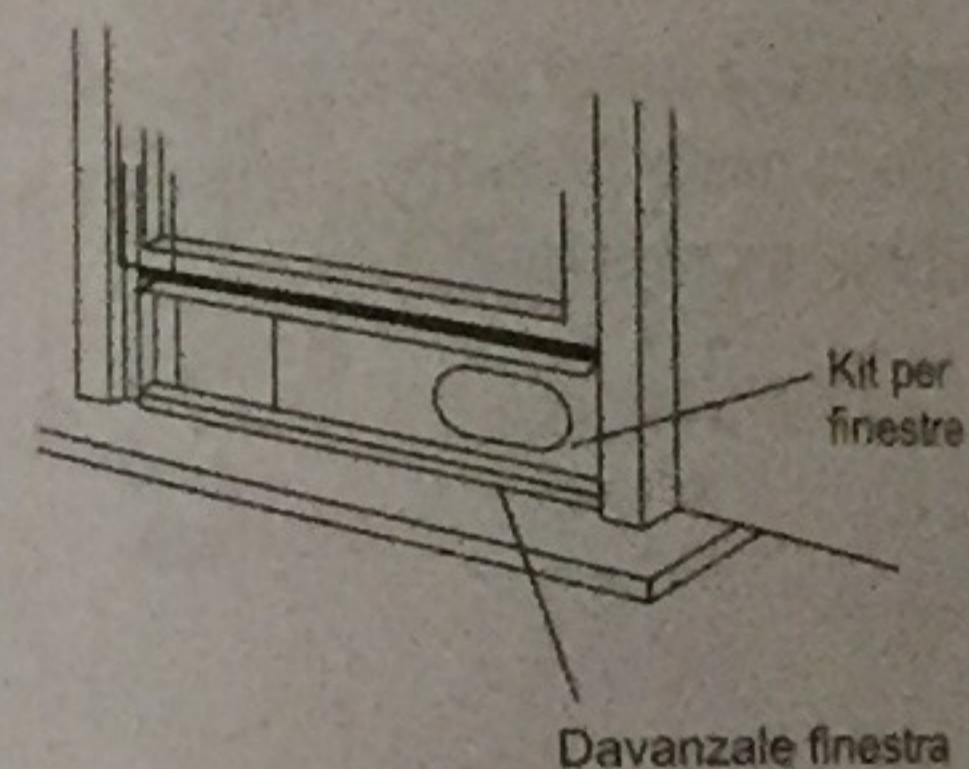

Fig.12
3. Tagliare il sigillante in schiuma (tipo adesivo) della lunghezza adeguata e attaccarlo sul lato superiore della finestra. Come mostrato in Fig.12.